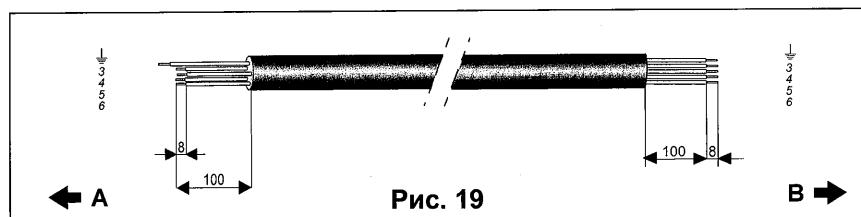

Рис. 19
2. Зачистить концы проводов многожильного кабеля (3) для соединения, как показано на рис. 19.